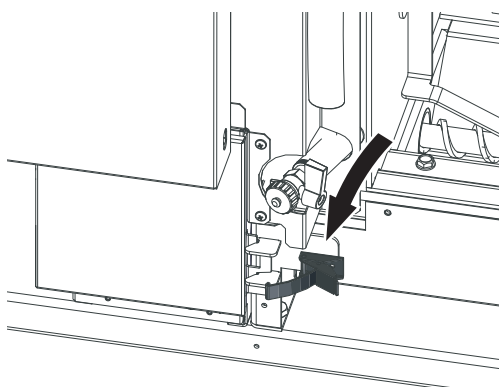

Fig. 46 Aprire la chiusura a staffa di fissaggio
- ▶ Allentare la chiusura a staffa di fissaggio inferiore destra – Fig. 46.